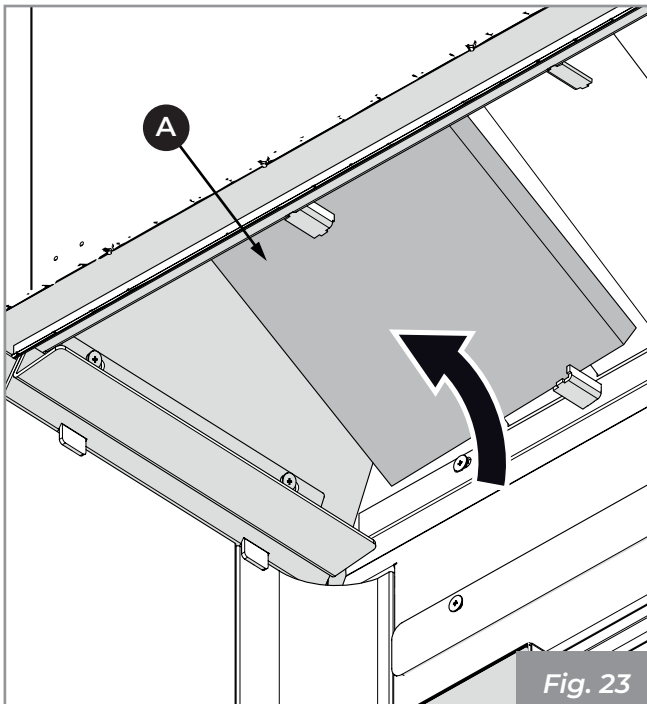
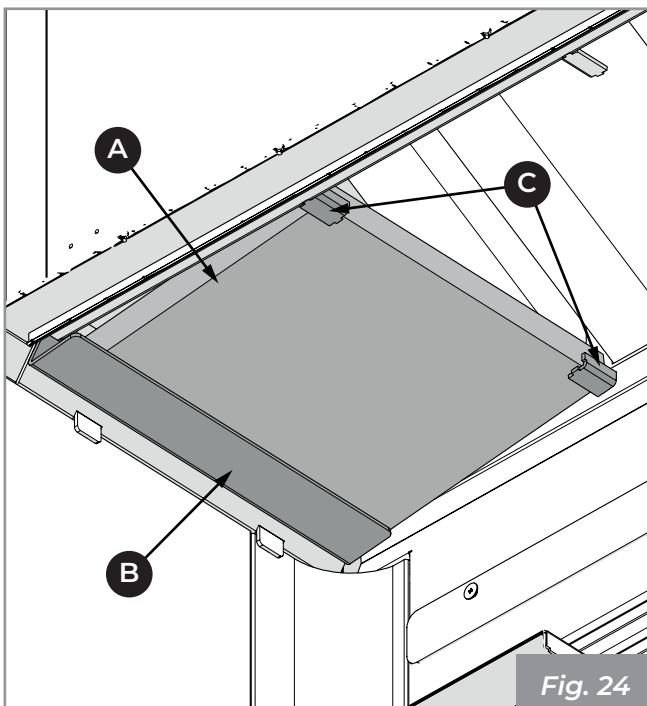

Fig. 23
Fig. 24
- 1) Posizionare il deflettore inferiore (A) (Fig. 23) appoggiandolo alle staffe (B e C) (Fig. 24).